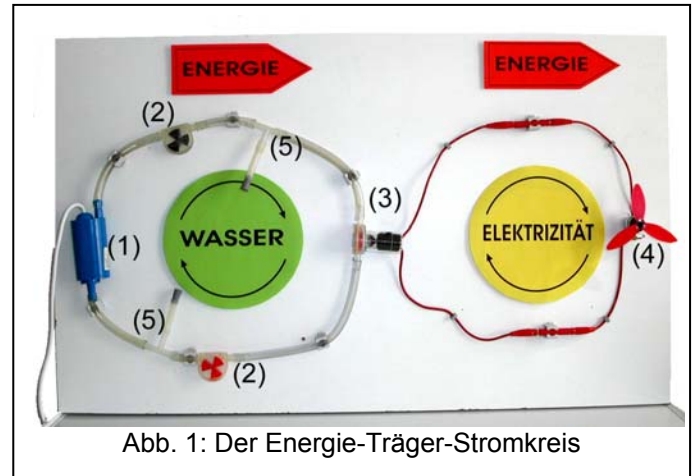

Abb. 1: Der Energie-Träger-Stromkreis
Energie strömt nie allein, bzw. wird nie allein ausgetauscht, sondern immer mit einer zweiten physikalischen Größe zusammen. Diese zweite Größe kennzeichnet die „äußere Erscheinungsform“ des Energietransports. Um die Energie klar von den begleitenden Größen zu unterscheiden, wurde der in Abbildung 1 dargestellte Versuchsaufbau [4] entwickelt, durch den die Schülerinnen und Schüler diesen Unterschied bildhaft erleben können: Eine mit einem Netzgerät verbundene Pumpe (1) treibt Wasser an, das Wasser einen „Wassergenerator“ (3) und dieser einen elektrischer „Lüfter“ (4). Da ein Propeller zum Antrieb Energie benötigt, kann der „Weg“ der Energie zurückverfolgt werden: sie kommt vom „Wassergenerator“, von der Pumpe, vom Netzgerät bzw. von einem Kraftwerk,.... Die Energie ist das, was durch alle Stationen hindurch geht. Dies wird durch die Energiepfeile symbolisiert (Abb. 2). Auf diese Weise wird der „Erhaltungsaspekt“ der Energie betont. Das Wasser und die Elektrizität nehmen dagegen *andere Wege*: sie strömen im Kreis. Deshalb werden zwischen Pumpe und Turbine *zwei* Schläuche, zwischen Generator und Lüfter *zwei* Kabel benötigt. Dass die Energie und die zweite am Energietransport beteiligte physikalische Größe *unterschiedliche*
Fragen wie: „Worin unterscheidet sich eigentlich das Wasser in Abbildung 1 vor und nach dem Wassergenerator?“ „Worin unterscheidet sich die Elektrizität vor und nach dem Lüfter?“ führen zu den Begriffen „Druck  $p$ “ und „elektrisches Potenzial  $\phi$ “. Beide physikalische Größen haben eine analoge Bedeutung: sie geben an, wie viel Energie von dem jeweiligen Energieträger transportiert wird. Ihre Differenz  $\Delta p$  bzw.  $\Delta \phi$  gibt an, wie viel Energie in einem System vom Wasser bzw. von der Elektrizität aufgeladen, bzw. abgeladen wird. In der angegebenen Literatur wird ausführlich dargelegt, wie diese im Anfängerunterricht bildhaft eingeführten Konzepte im weiterführenden Unterricht immer weiter geschärft und präzisiert werden können. In Abbildung 3 und 4 ist das Energie-Träger-Konzept übersichtsartig zusammengefasst.